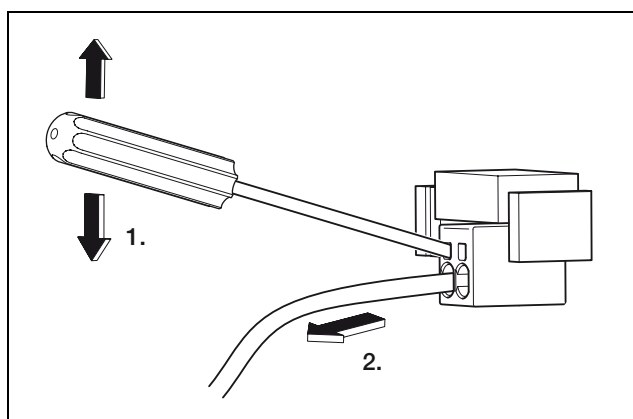

Figura 31: allentare il cavo dalla morsettiera a molla
- Per rilasciare il cavo, inserire un cacciavite piatto nell'apertura piatta e muoverlo ripetutamente avanti e indietro per allentare il morsetto (vedi figura 31).